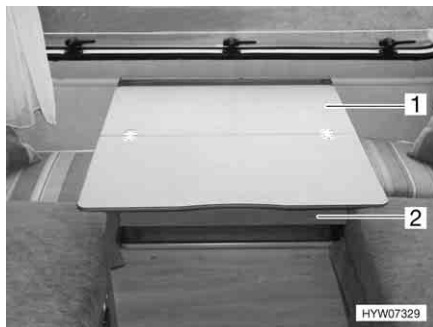

Fig. 32 Tavolo ribaltabile, comodino da notte
- Tirare in avanti tutto il piano di appoggio del comodino da notte (Fig. 32,2).
- Ribaltare all'indietro (Fig. 32) la parte superiore del piano di appoggio (Fig. 32,1).